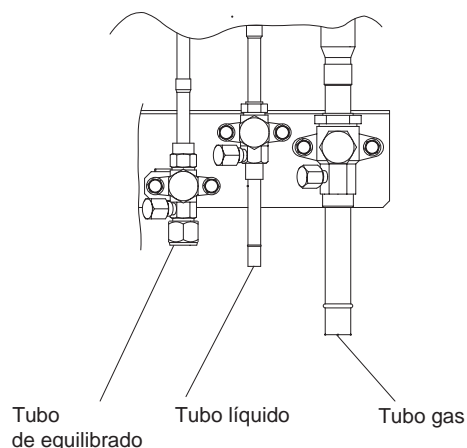

Fig. 10-2
6. Las válvulas de servicio de los tubos líquido y gas están abiertas. En caso contrario, ábralas ahora. (Fig. 10-2)